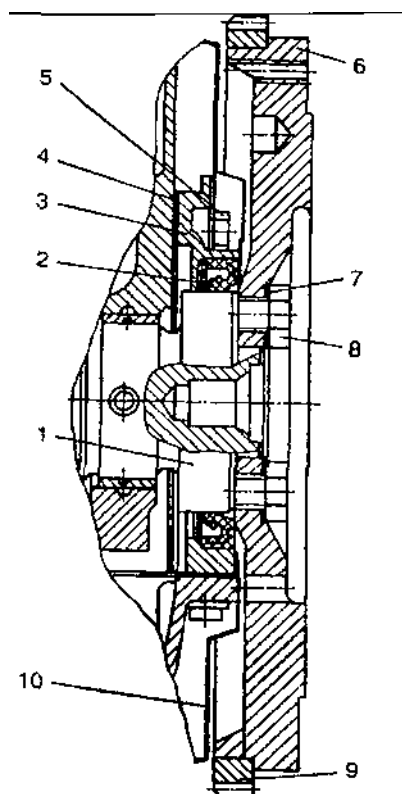

Рис. 2.34.2. Задний конец коленчатого вала:
2. Снять кожух сцепления с нажимным диском, снять маховик (п. 2.24). Снять держатель манжеты. Снять манжету (рис. 2.34.2).